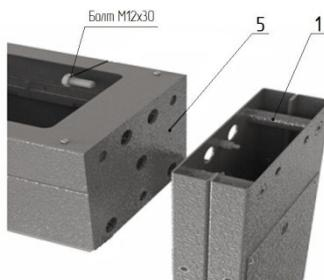
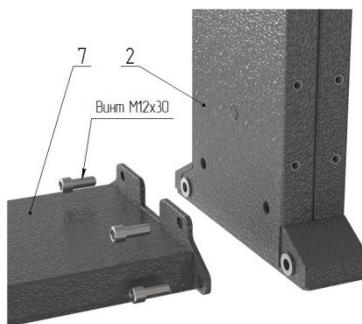

Рис. 1
Рис. 2
*1. Сборка турникета. Рис. 1, 2*
– положите на пол на боковую плоскость раму привода 5 (рис. 1), (предварительно постелив лист картона), рядом аналогично положите две стойки крыла прохода 1 и 2 ; сстыкуйте указанные элементы друг с другом присоединительными элементами и закрутите по три болта M12 с каждой стороны; поставьте собранный портал вертикально на месте установки турникета; закрепите к стойке 2 напольную плиту 7 (рис.2) четырьмя винтами M12.